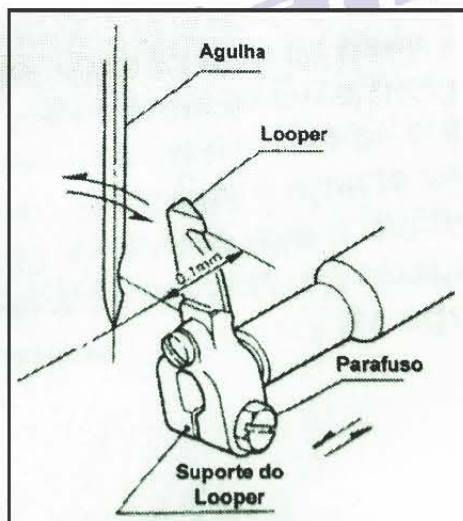

Fig. 10
4.2 Posições da agulha e do looper (Fig. 10)